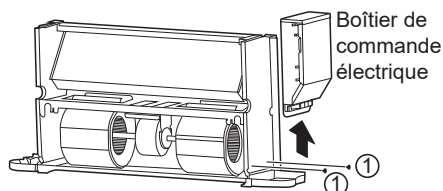

Figure 4-7 Retrait du boîtier de commande électrique
- Comme illustré à la Figure 4-7, retirez les vis ① *2 pour retirer le boîtier de commande électrique.